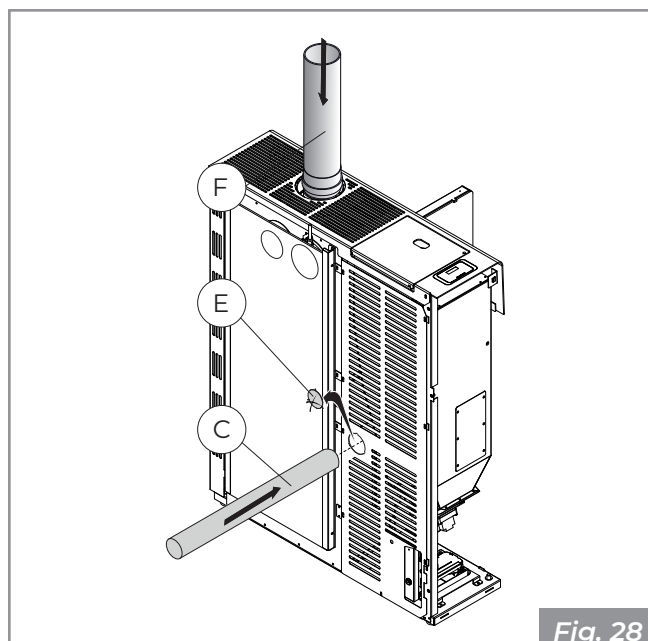

Fig. 28
- Quitar la chapa pre-cortada (**E**) del respaldo. Conectar el tubo flexible del aire comburente (**C**) a la curva de 90°, haciéndolo pasar por el agujero libre del respaldo para luego conectarlo a una toma de aire externa. Conectar el tubo de salida humos (**F - Fig. 28**).